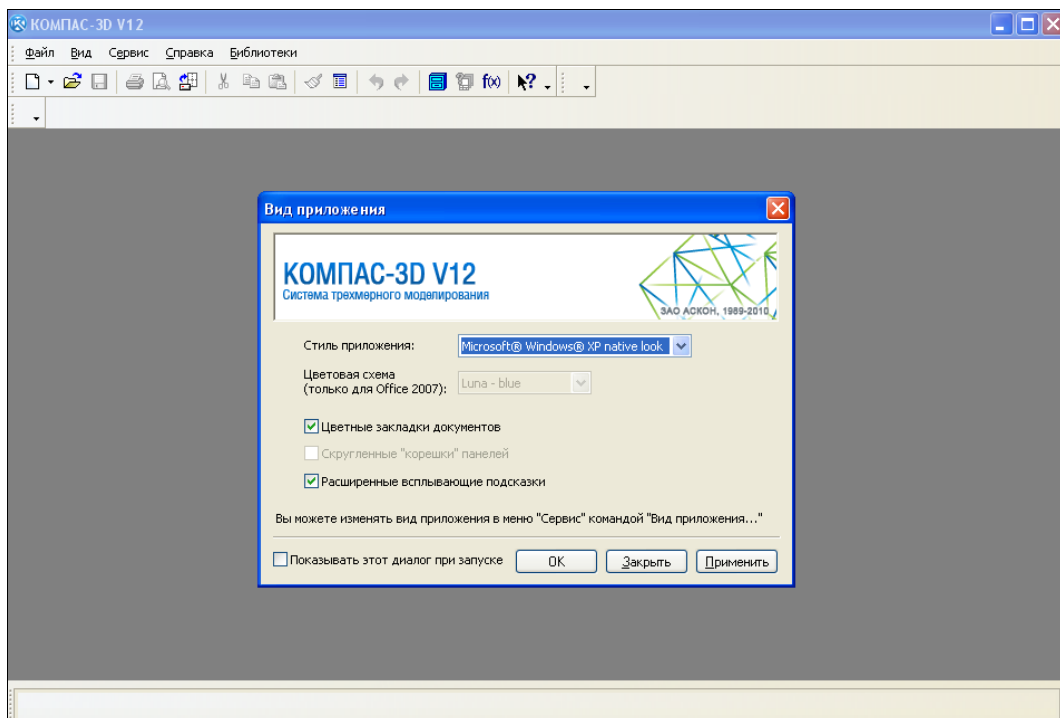

Рис. 1.1. Стартовое окно КОМПАС-3D V12 с диалоговым окном **Вид приложения**
В результате запуска на экране монитора появится стартовое (главное) окно системы КОМПАС-3D V12, в центре которого расположено диалоговое окно **Вид приложения** (рис. 1.1).
- ◆ **Вид приложения** — появляется знакомое нам диалоговое окно **Вид приложения** (см. рис. 1.1), где вы при желании можете поменять стиль приложения.